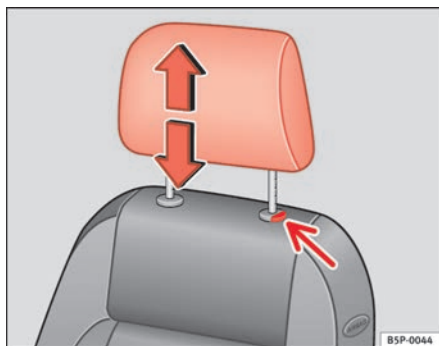

Fig. 66 Ajuste o desmontaje del apoyacabezas
- Pulse la tecla ⇒ fig. 66(flecha).